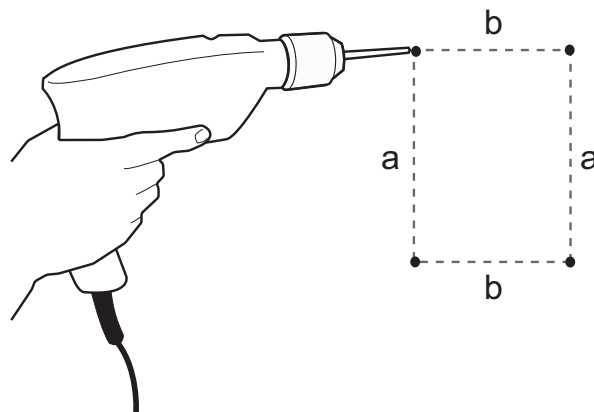

Fig. 5 Perforación de orificios en la pared
1. Marque los orificios de montaje en la pared utilizando la plantilla de taladrado. Véase la fig. 5.
2. Perfore los orificios. Véase la fig. 5.